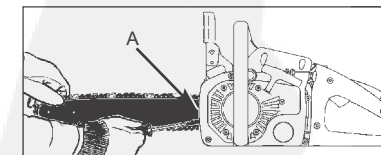

Fig. 5
1. Houd de neus van het zwaard omhoog en draai de instelschroef (D) RECHTSOM om de spanning te verhogen. Door de schroef LINKSOM te draaien neemt de spanning af. Zorg ervoor dat de ketting over de hele lengte op het zwaard past (fig. 5).